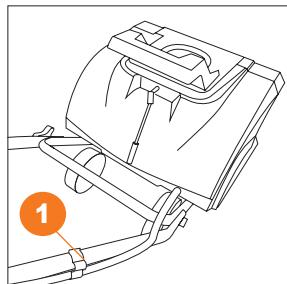

Рис. 8
3. Закрепите электрический провод с помощью пластикового держателя кабеля ① (Рис. 8).